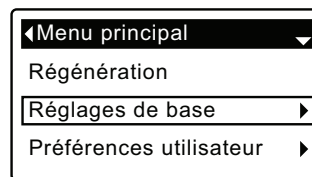

FIG. 42
1. À partir d'un écran d'état dynamique, appuyez sur le SÉLECTEUR (O) pour afficher le **Menu principal**.
2. Appuyez sur le bouton BAS (▼) pour faire défiler les options du menu et mettre en évidence **Réglages de base** (cf. Figure 42).